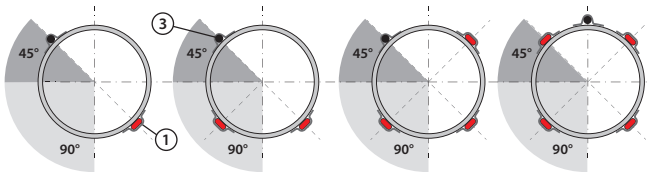

Fig. 2
4. Lige kabler og føleren skal monteres som vist i Fig. 2. Kabler, der er viklet rundt om røret, fastgøres som vist for hver 1 m rør ved hjælp af aluminiumstape.